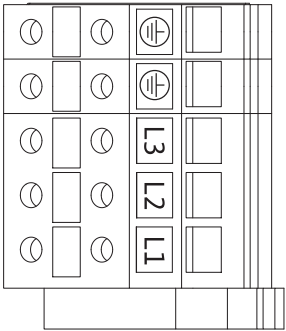

Fig. 20 : Bornes de puissance (bornes de raccordement réseau)
- Bornes de puissance (bornes de raccordement réseau) (fig. 20)